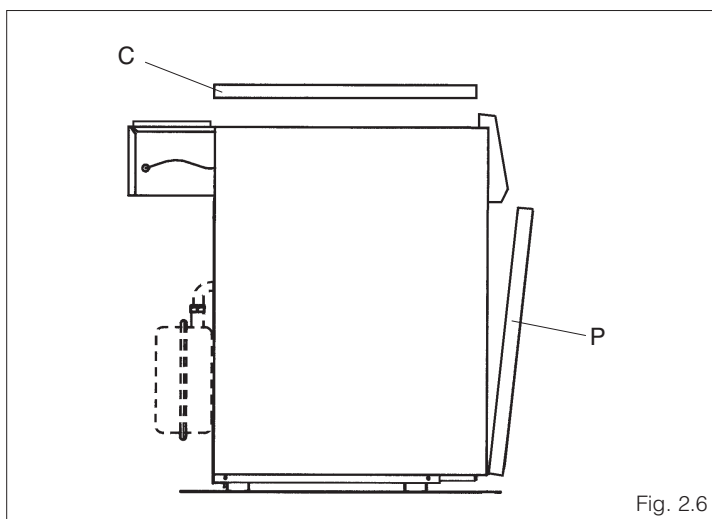

Fig. 2.6
- Quitar los paneles delantero (P) y superior (C) del envoltorio (fig. 2.6).